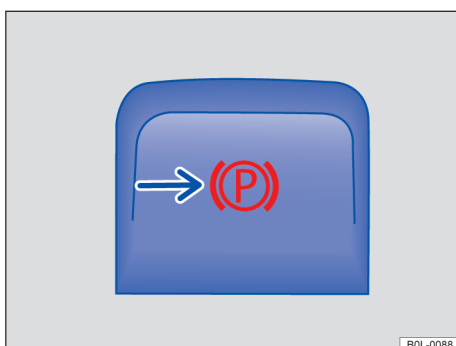

图 100 中控台：电子驻车制动器按钮
- 如按钮中的指示灯 → 图 100 和组合仪表显示屏中的红色指示灯  均点亮，则表示电子驻车制动器已打开。
- 按钮 → 图 100 中的指示灯以及组合仪表显示屏中的指示灯  均熄灭。